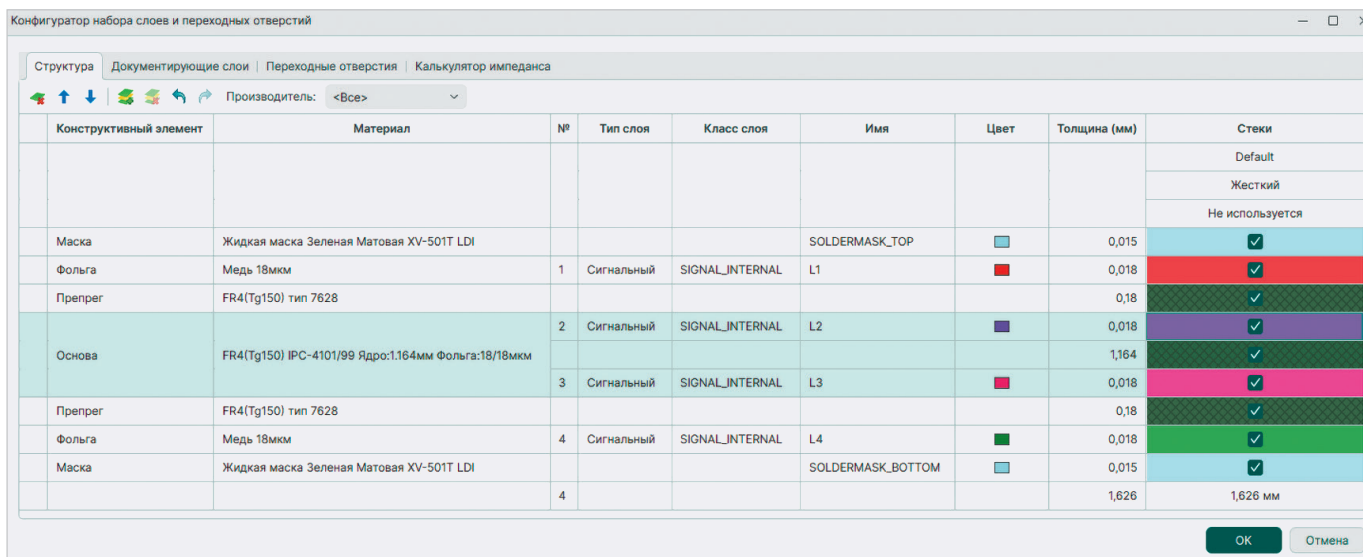

Рис. 2. Конфигуратор набора слоёв и переходных отверстий
1. Необходимо запустить инструмент «Конфигуратор набора слоёв и переходных отверстий». Во вкладке «Структура» будет отображаться текущий стек с материалами (рис. 2).